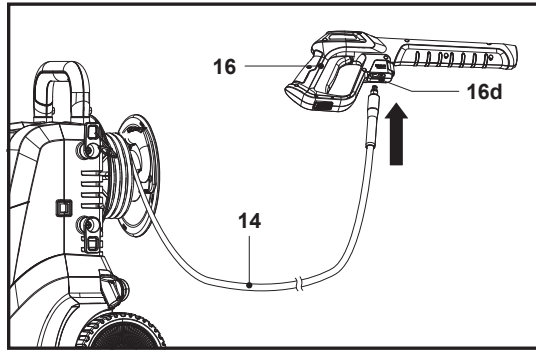

Fig. 7
1. Tirer doucement sur le tuyau haute pression (14) pour le retirer. Nous conseillons de dérouler complètement le tuyau haute pression (14) avant l'utilisation.
2. Enfoncer l'extrémité du tuyau haute pression (14) dans le raccord de tuyau (16d) du pistolet de pulvérisation (16) jusqu'au bout. Un dé clic doit se faire entendre (Fig. 7).